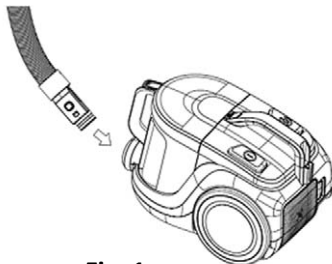

Fig. 1
1. **Abb.1:** Die Verbindung zwischen dem Schlauch und dem Staubsauger: